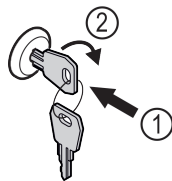

Fig. 126
- ▶ Пъхнете ключа Fig. 126 (1).
- ▶ Завъртете го на 90° по посока на часовниковата стрелка Fig. 126 (2).